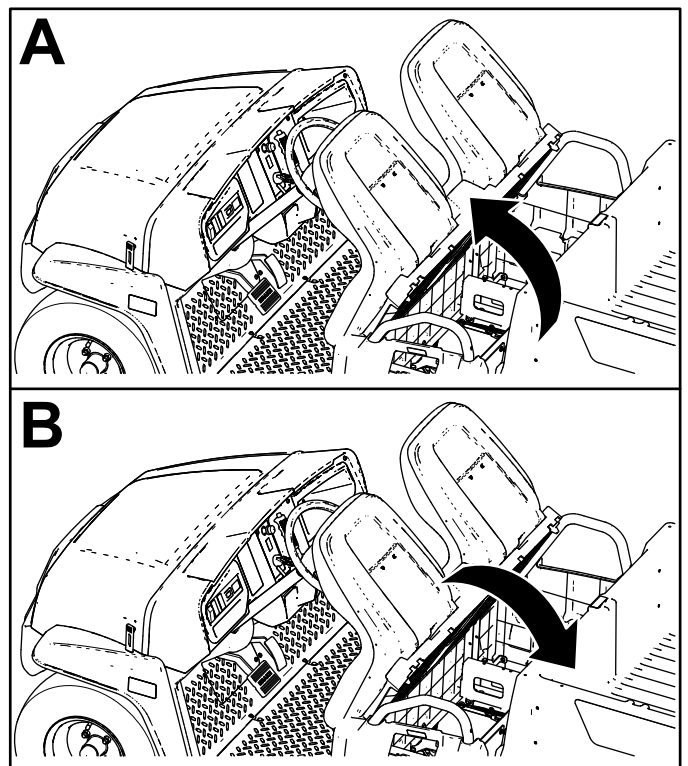

Figura 25
Para elevar el conjunto de asientos, empuje el conjunto de asientos hacia adelante hasta que descansa sobre el volante (Figura 25).
Para bajar el conjunto de asientos, empuje el conjunto hacia atrás hasta que encaje en su posición inicial (Figura 25).
1. Empuje el conjunto de asientos hacia adelante a la posición elevada (Figura 25).